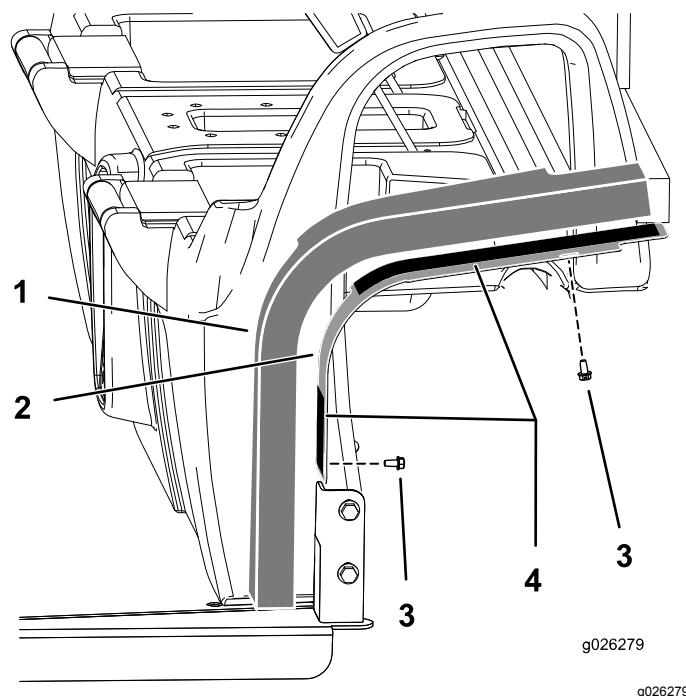

Рисунок 7
1. Установите монтажные панели на кабине, используя 4 болта (1/4 дюйма), как показано на Рисунок 7.
3. Снимите бумажное покрытие с двусторонней клейкой ленты на монтажных пластинах (Рисунок 7).
4. Установите панели из пеноматериала на узел (Рисунок 7).